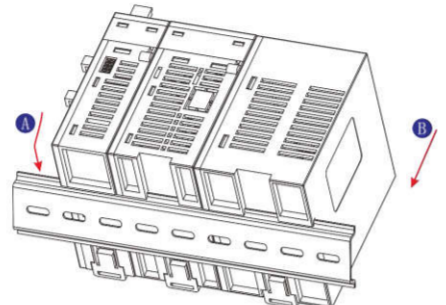

图 8 安装模块 1
- 如图 8 A 方向, 将模块上侧的固定爪挂到导轨上侧, 按图 8 B 方向用力按压模块组至完全嵌入导轨。